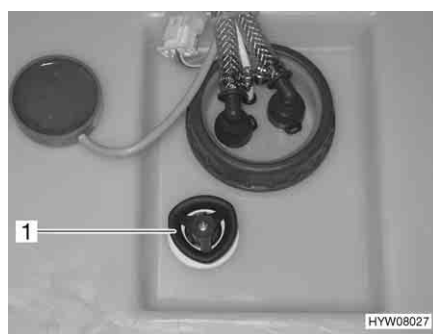

Fig. 110 Serbatoio dell'acqua con maniglia girevole
- Sul serbatoio dell'acqua, ruotare la maniglia girevole (Fig. 110,1) in senso orario fino all'arresto.
- Sul serbatoio dell'acqua, ruotare la maniglia girevole (Fig. 110,1) in senso antiorario fino all'arresto. L'acqua fuoriesce fino a ca. 20 litri.